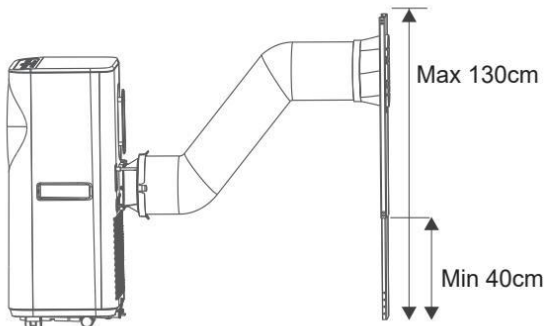

Abb.7
- Warme Luft sollte von Wänden oder Fenstern abgesaugt werden. Bei Installation an der Wand sollte die Höhe des Kanals 40 cm bis 130 cm betragen (Abb. 7).